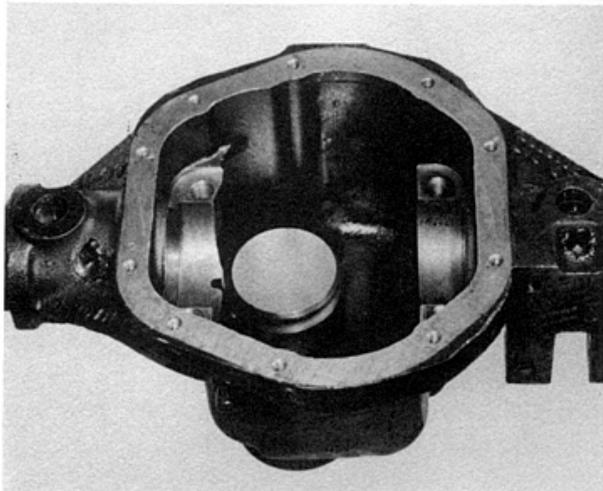

Fig. 30 - Instalação do bloco padrão do pinhão.
- Colocar o padrão da altura do pinhão, no furo do pinhão a carcaça, como é mostrado na Fig. 30.